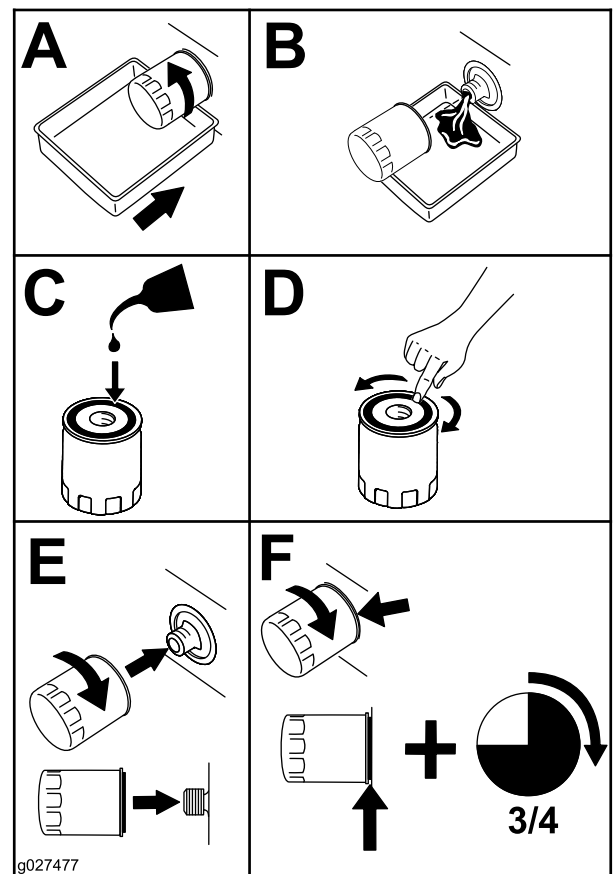

Figure 30
2. Remplacez le filtre à huile moteur (Figure 30).